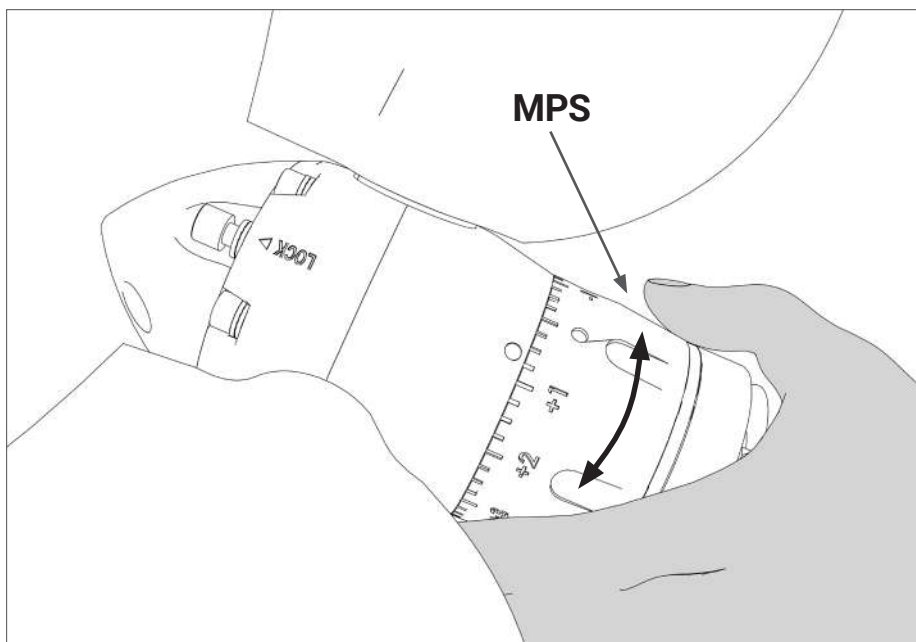

ABB. 25 | Einstellung der Steigung
- Um die gewünschte Steigungsänderung zu erreichen, drehen Sie die Ringmutter und richten dabei die gewählte Kerbe genau auf das Symbol „○“ auf dem Propellerkörper aus (**Abb. 25**).